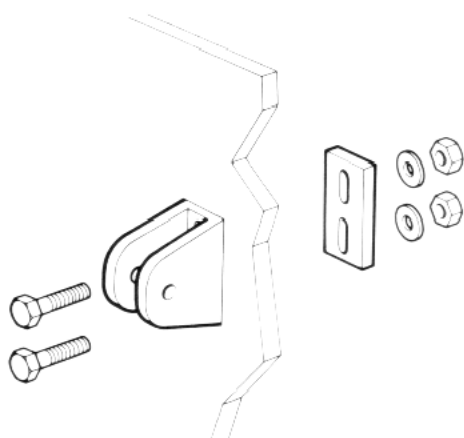

Fig. 10
- Fixer le support moteur comme le montre la Fig. 10, à l'aide des boulons, rondelles, écrous et contre plaque, en position médiane; serrer les boulons légèrement à ce moment, mettre le moteur et la courroie en position normale d'utilisation. Contrôler le fonctionnement du tendeur de courroie et régler éventuellement la manivelle sur son support cranté excentrique, afin que la manivelle ait bien un débattement de 180° sans blocage.